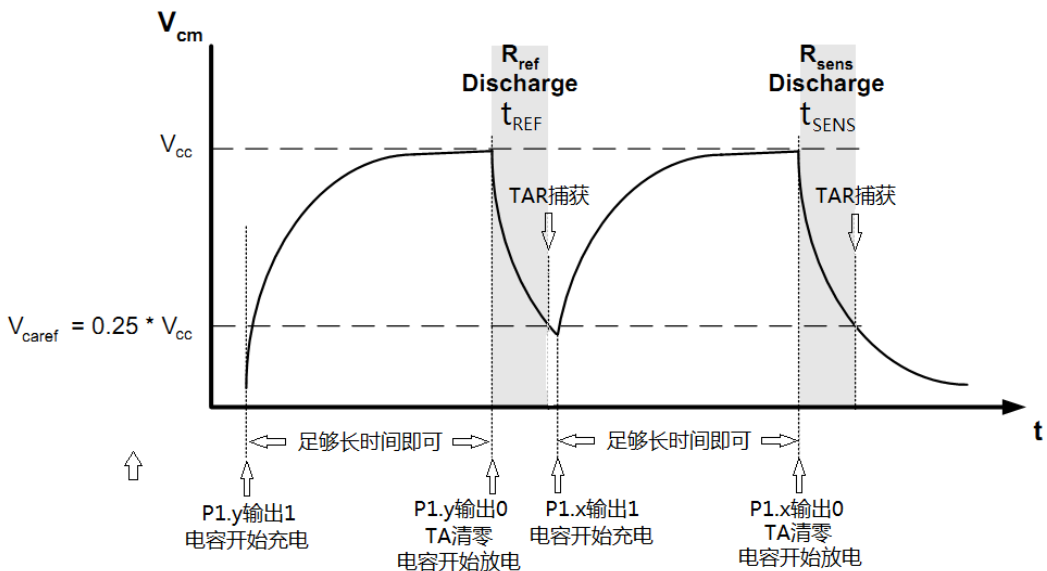

图 17.14 Slope 型 ADC 操作图
参考图 17.14, slope.c 的功能为:
- 3) 参考图 17.14, Slope 型 ADC 的测量原理是轮流使用比较器天平“称东西”, 所以本例中的 Slope_Measure_Flag 是用来标识当前测量的是参考电阻还是传感器电阻的用途。